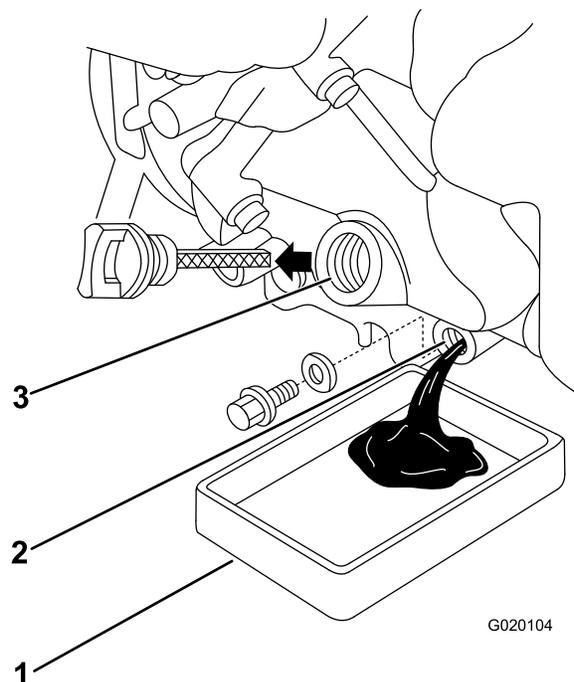

Figure 20
5. Desserrez le bouchon de vidange et vidangez l'huile du moteur (Figure 20).
7. Retirez la jauge et versez lentement environ 80 % de la quantité d'huile spécifiée dans le moteur (Figure 20).